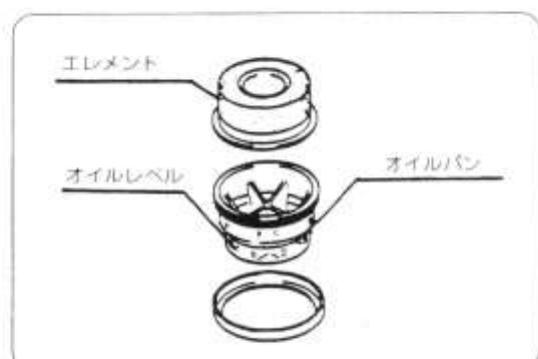

図35
② オイルが不足しているときは、オイルレベルまで補充してください。汚れがひどいときはオイルパン・エレメント共、白灯油で洗浄しエレメントはエンジンオイルに浸し滴下しない程度に振り切ってください。（図35）
③ オイルパンはよく洗浄し、新しいエンジンオイル（SC級以上）をレベルまで入れてください。（図35）